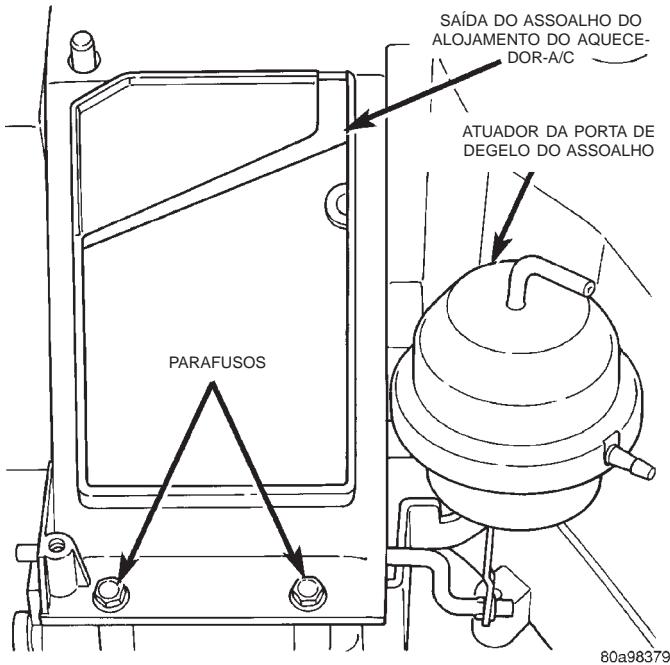
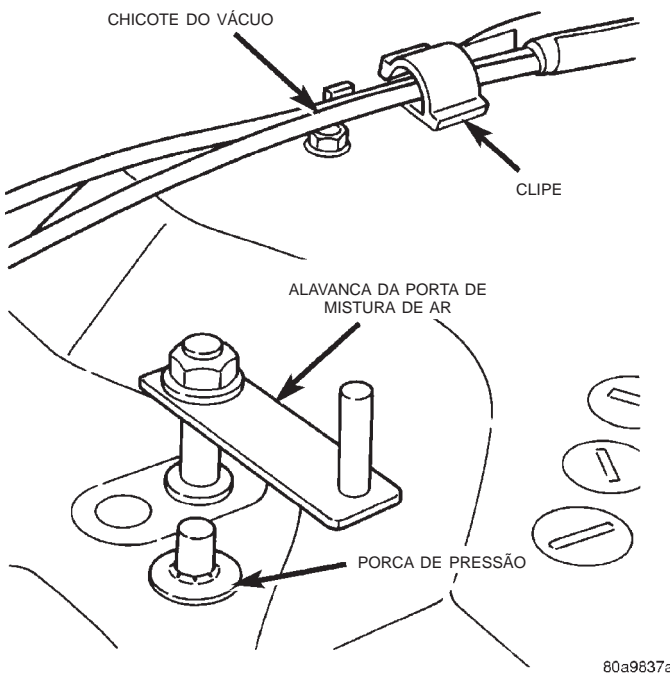

Fig. 50 Parafusos da Saída do Assoalho do Alojamento do Aquecedor-A/C
Fig. 51 Remoção/Instalação da Alavanca da Porta de Mistura de Ar
(1) Coloque o alojamento do aquecedor-A/C sobre uma bancada com a cobertura do mesmo voltada para baixo.
(2) Remova os dois parafusos que prendem a cobertura do alojamento do aquecedor-A/C na parte superior da cobertura do alojamento do motor do ventilador.
(3) Se o veículo for assim equipado, desligue os dois conectores do chicote do vácuo do atuador da porta de recirculação do ar.
(4) Desligue o conector do chicote do vácuo do atuador da porta de degelo do painel.
(5) Remova os quatro parafusos que prendem o duto do assoalho na parte inferior do alojamento do aquecedor-A/C e remova o duto do alojamento.
(6) Remova os dois parafusos que prendem a cobertura do alojamento do aquecedor-A/C ao alojamento inferior próximo à saída do assoalho (Fig. 50).
(7) Vire o alojamento do aquecedor-A/C sobre uma bancada de forma que a cobertura do mesmo fique voltada para cima.
(8) Desencaixe o retentor do chicote do vácuo do orifício próximo à extremidade esquerda da cobertura do alojamento do aquecedor-A/C.
(9) Remova o chicote do vácuo dos clips moldados na cobertura do alojamento do aquecedor-A/C (Fig. 51).
(10) Remova os treze parafusos que prendem o perímetro da cobertura do alojamento ao alojamento do aquecedor-A/C.
(11) Remova a porca que prende a alavanca da porta de mistura de ar ao eixo pivô da porta de mistura de ar e remova a alavanca.